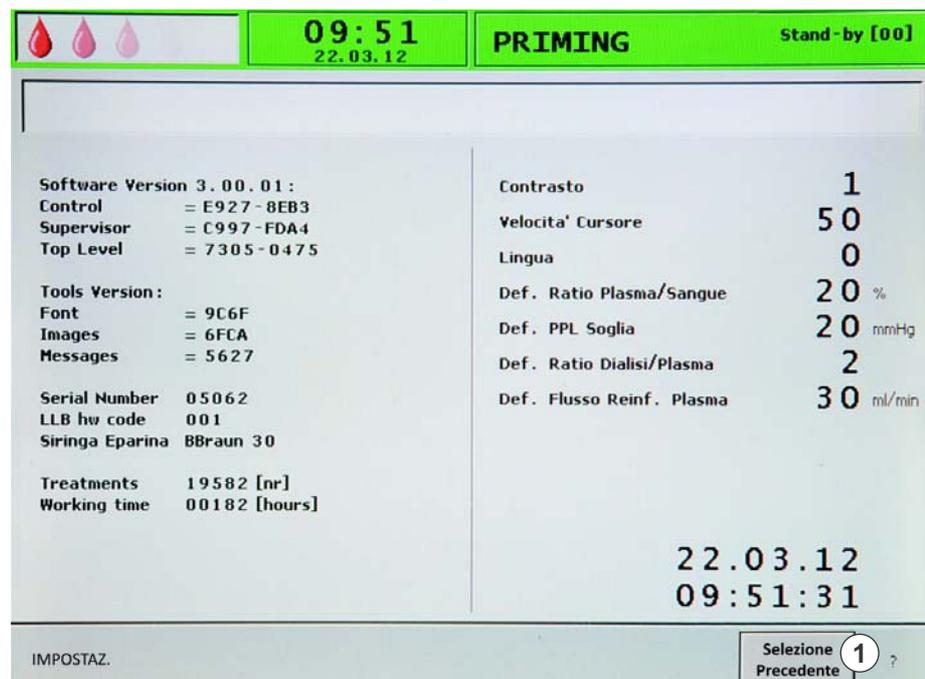

Fig. 3-8 Uscita dalla videata *Impostazioni*
1. Per uscire dalla videata *Impostazioni*, selezionare *Selezione Precedente* (Fig. 3-8 , ① ) nella barra dei menu e premere il tasto *Invio*.